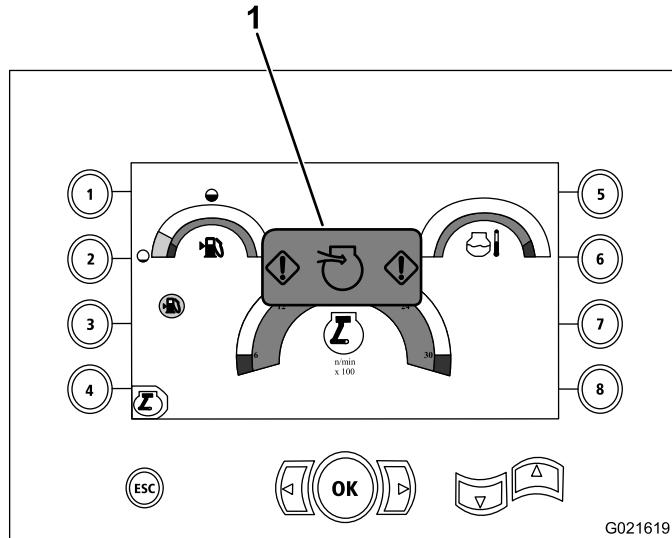

Figura 116
2. Compruebe el indicador de restricción del limpiador de aire en la pantalla, según se muestra en la Figura 116.